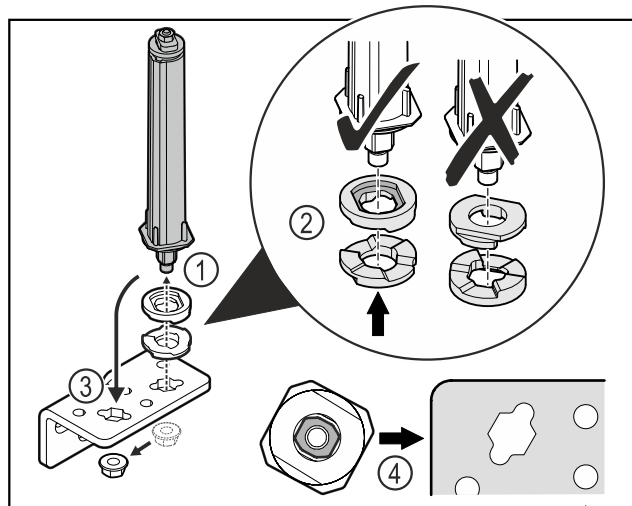

Fig. 20
- ▶ Løsne mutteren og fjern dørlukkesystemet Fig. 20 (1).
- ▶ Sørg for korrekt innretning av høydejusteringsskivene Fig. 20 (2).
- ▶ Sett om dørlukkesystemet i hengselvinkelen og fest med mutteren Fig. 20 (3).
- ▶ Ved innsetting, sørg for korrekt innretning av dørlukkesystemet Fig. 20 (4).